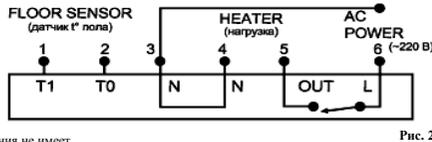

Рис. 2
- В пружинных гнездах клеммника (рис.2) синего цвета №1 (Т1) и №2 (Т0) зафиксируйте (при помощи конус желтого цвета) концы соединительных проводов датчика t пола.